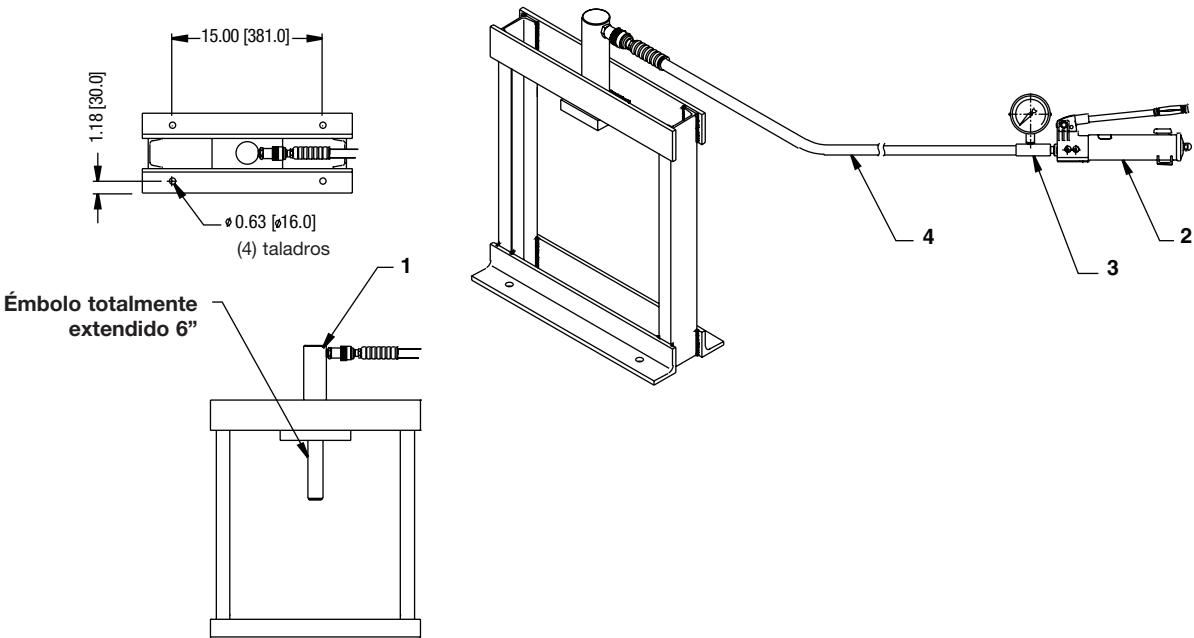

Figura 1, VLP de 10 toneladas
3.0 INSTALACIÓN/MONTAJE (Véase la Figura 1)
Monte la prensa utilizando los cuatro agujeros de montaje en el soporte. Véase la Figura 1 para las dimensiones de montaje.